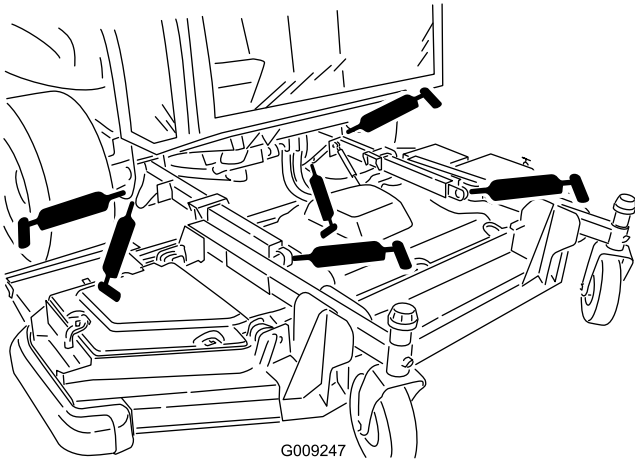

Figura 73
- 2 casquilhos do braço de elevação (Figura 73)
- Duas rótulas de elevação da barra de ligação (Figura 73)
- 2 articulações do cilindro de elevação da plataforma frontal (Figura 73)